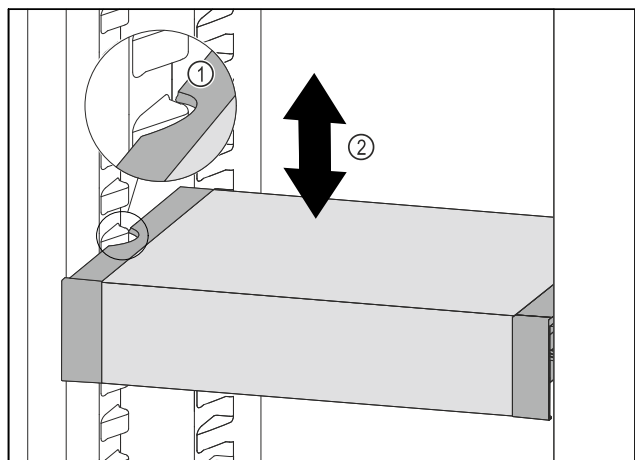

Fig. 108
- ▶ Húzza előrefelé a VarioSafe fiókot annyira, hogy a VarioSafe oldalsó kivágásai a hűtőrészben a tartóborda magasságában legyenek. Fig. 108 (1)
- ▶ A hűtőrészben a VarioSafe fiókot mozgassa felfelé vagy lefelé a kívánt magasság eléréséig. Fig. 108 (2)